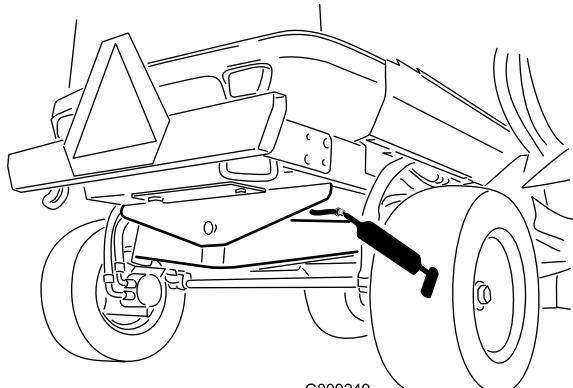

Figure 48
- Baguette de pivot d'essieu arrière (1) (Figure 48)